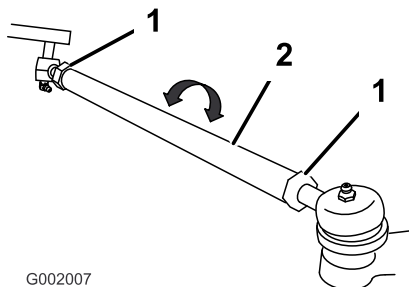

Figura 62
5. Si la distancia no está en el intervalo especificado, afloje las contratuercas en ambos extremos de las bielas (Figura 62).